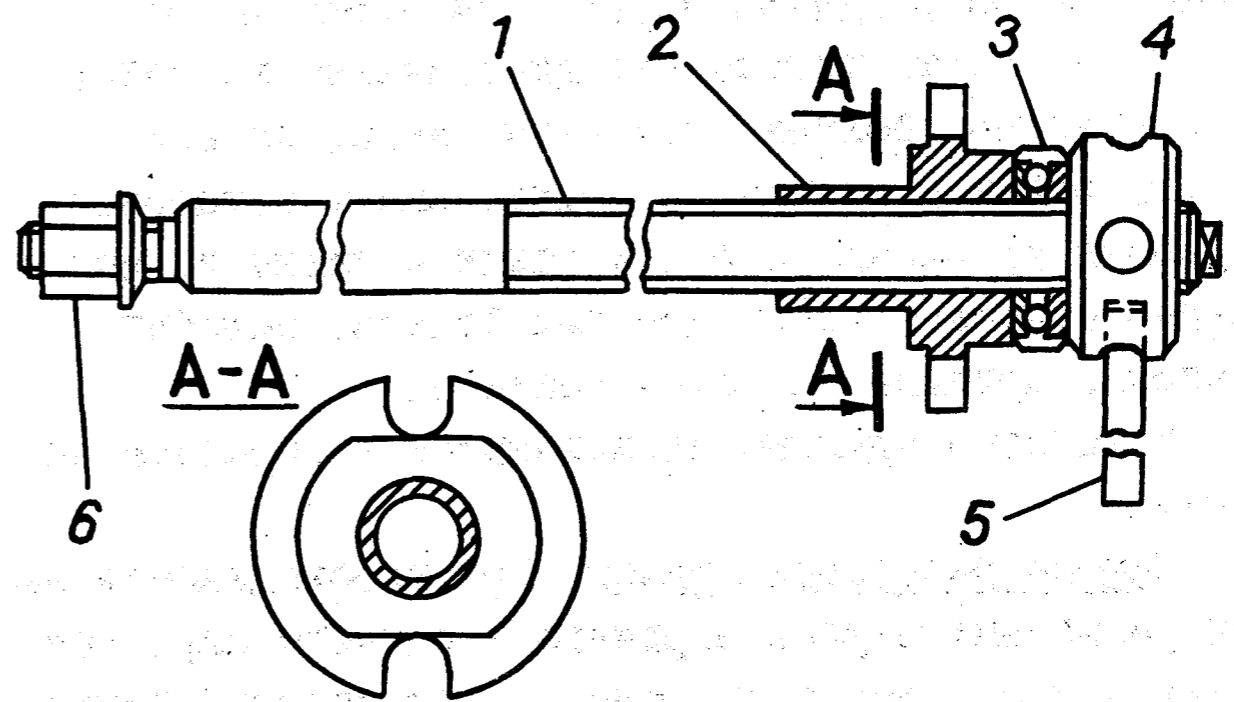

Рис. 144. Приспособление 7823-6709 для сжатия пружины подвески:
При замене пружины передней подвески рекомендуется пользоваться приспособлением, указанным на рис. 144.
4. Вставить винт 1 (см.рис. 144) приспособления в верхнее гнездо крепления амортизатора и на верхний конец винта навернуть гайку 6.
Наиболее удобно производить замену втулок с помощью приспособления для сжатия пружины (см. рис. 144). Для этой цели снять амортизатор, установить приспособление, поджать пружину настолько, чтобы снять нагрузку с резинового шарнира, снять стопорную пластину, вывернуть палец и отвертывать гайку 4 приспособления до тех пор, пока головка рычага не выйдет из зоны оси. После монтажа втулок, отвертывая гайку 4, приподнять рычаг, поставить палец на место и слегка затянуть. Окончательную затяжку пальцев производить, как указано выше.